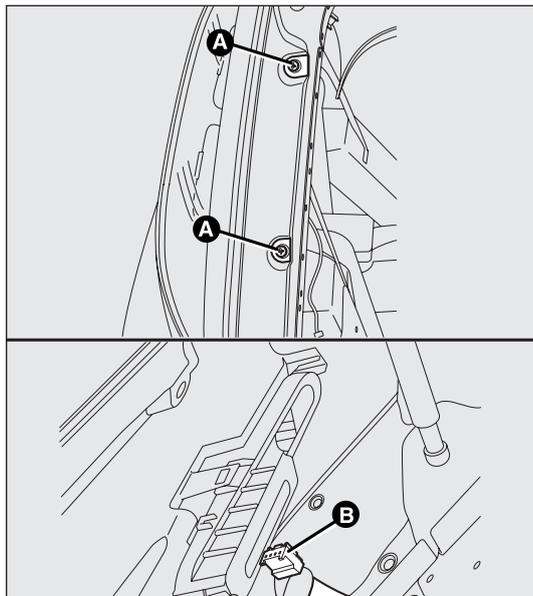

fig. 169
La disposizione delle lampade del gruppo ottico fig. 169 è la seguente:
- svitare le viti di fissaggio A-fig. 169;